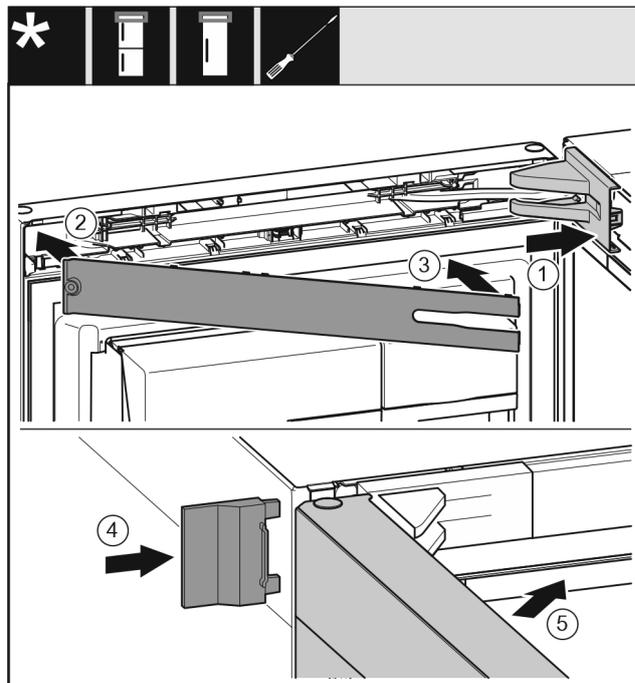

Fig. 31
- ▶ Mettre en place le cache du support de palier Fig. 31 (1) et l'enclencher. Au besoin, l'écarter avec précaution.
- ▶ Poser le cache Fig. 31 (2).
- ▶ Cache Fig. 31 (3)
- ▶ Insérer le cache extérieur Fig. 31 (4).
- ▶ Fermer la porte supérieure Fig. 31 (5).